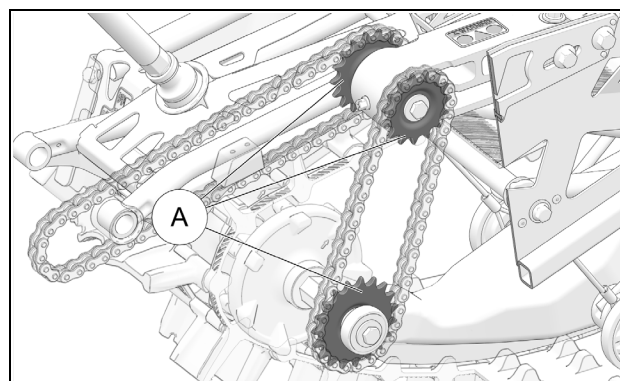

Figure 36
Vérifier l'usure des pignons (A) des chaînes d'entraînement. Si la chaîne est ajustée à la tension requise (déflexion 3-6 mm [1/8-1/4 po.]) et que la chaîne échappe des dents de traction, les pignons doivent être remplacés. Figure 36.